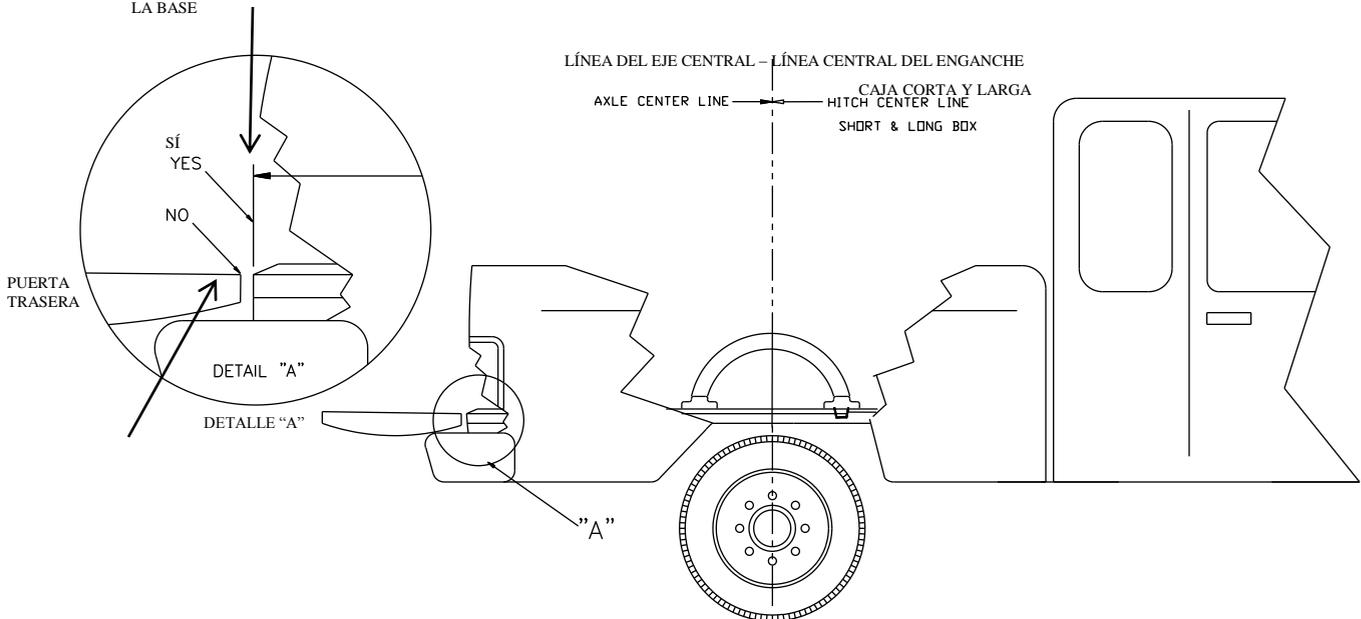

Figura 2
5. Coloque un larguero de montaje en la base del vehículo. Centre el larguero en el piso de la base del vehículo y use la cinta de medir para localizar la distancia apropiada desde el larguero hasta el borde posterior de la caja del vehículo como se ilustra en la Figura 2 en la página 2.
6. Use un perforador central para marcar los orificios en el larguero según la ilustración. Use el segundo orificio desde el exterior como se muestra en la Figura 2. Mueva el larguero del camino y perforo cada posición con una broca de 1/8".
12. Use un perforador central para marcar los orificios en el larguero frontal según la ilustración. Use los orificios exteriores como se muestra en la Figura 2. Mueva el larguero del camino y perforo cada posición con una broca de 1/8". Revise que los orificios perforados de 1/8" se alineen con las ranuras en los soportes del bastidor. De lo contrario, vuelva a posicionar los orificios de 1/8".